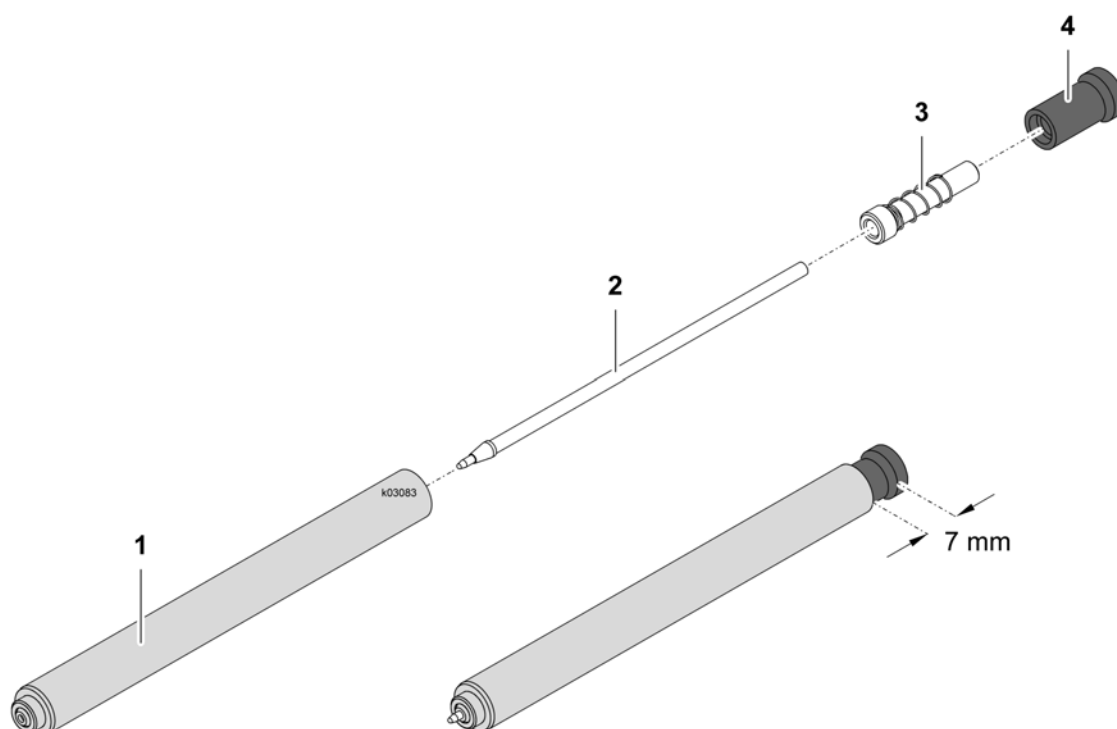

Fig. 3 Insertar/cambiar el casquillo reductor
- ⇒ Insertar el pen según se muestra en "Fig. 3, Insertar/cambiar el casquillo reductor"